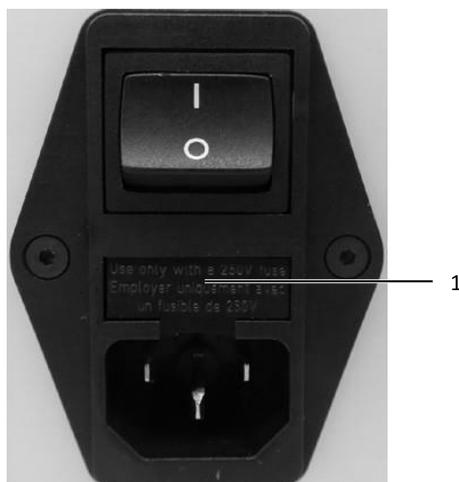

Fig. 15 : ouvrir le logement du fusible
- Retirer le logement du fusible (fig. 15, pos. 1) de l'unité filtre réseau à l'aide d'un tournevis plat.